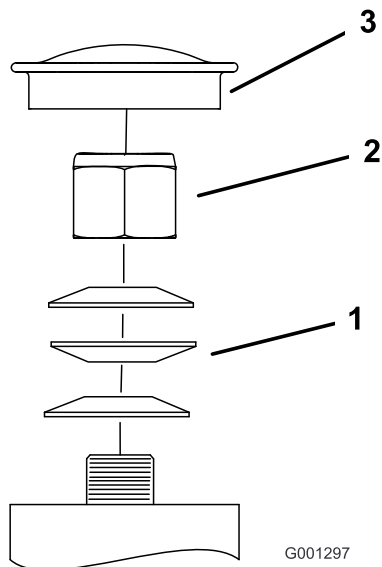
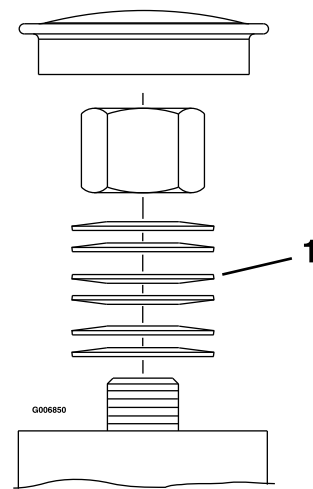

Bild 54
Bild 55
3. Entfernen Sie den Staubdeckel vom Laufrad und ziehen Sie die Sicherungsmutter an, bis die Federscheiben flach sind. Drehen Sie sie dann um eine Viertelumdrehung heraus, um die Vorlast auf die Lager einzustellen (Bild 54 und Bild 55).
Wichtig: Achten Sie darauf, dass die Federscheiben richtig eingesetzt sind, wie in Bild 54 und Bild 55 abgebildet.